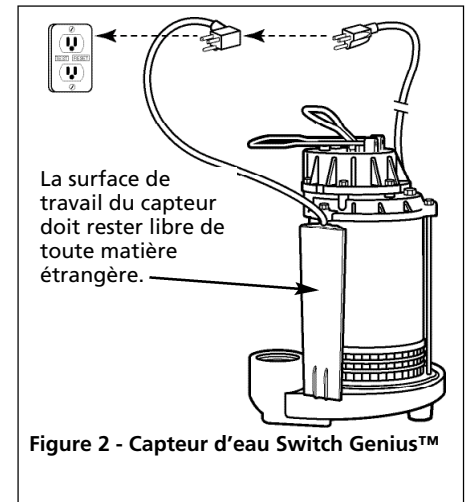

Figure 2 - Capteur d'eau Switch Genius™
3. Insérer la fiche du cordon de la pompe directement à l'arrière de la fiche du cordon à capteur d'eau (figure 2).
fonctionnement en retirant brièvement le cordon de la pompe de l'arrière de la fiche du capteur d'eau et en l'insérant directement dans la prise mise à la terre. Dans cet état, la pompe fonctionnera continuellement. Lorsque le fonctionnement de la pompe est vérifié, replacer le cordon de la pompe à l'arrière de la fiche du capteur d'eau (voir la figure 2).
- Essuyer régulièrement la surface du capteur d'eau pour éviter que de la vase ou autres revêtements s'accumulent sur le capteur (voir la figure 2).